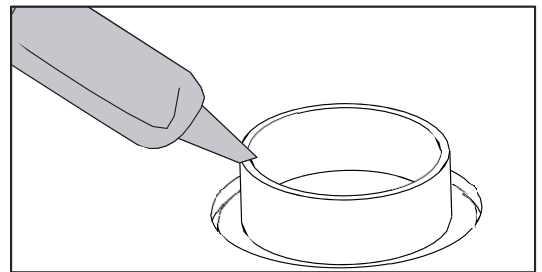

FIG 2 Aplica adhesivo de construcción en todas las patas.
- 3** Aplica adhesivo de construcción en todas las patas e instala la base en el nicho (Fig. 2).